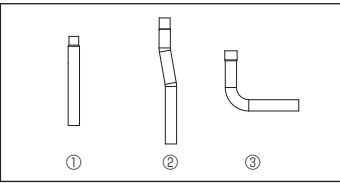

Fig. 1-1
1.6. Принадлежности для наружного блока (Fig. 1-1)